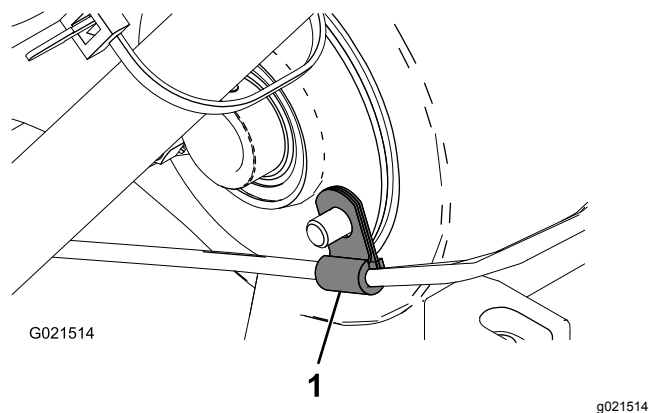

図 4
20. 古いスロットルケーブルのクリップを利用して、新しいスロットルケーブルをデファレンシャルハウジングの後部に取り付ける 図 4。